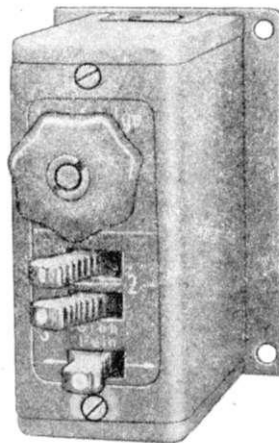
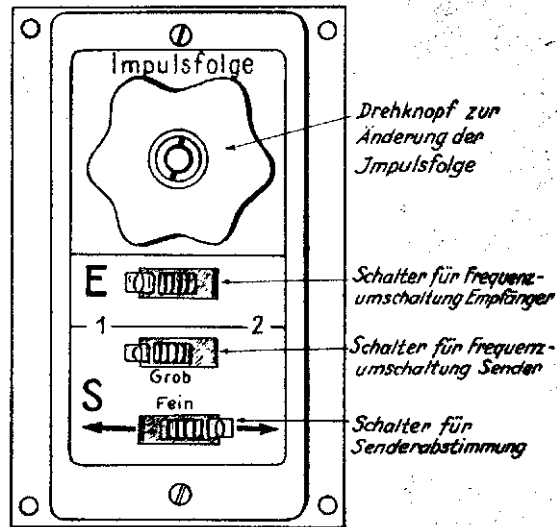

Abb. 11
Abb. 12
Auf der Frontplatte des Schaltkastens (Abb. 11) befinden sich folgende Bedienungsknöpfe: (Abb. 12)
- f) Durch kurzzeitiges Umlegen des Schalters „Fein“ am Schaltkasten (Abb. 12) wird der Sender so nachgestimmt, daß die Ziele oder Bodenzeichen maximale Größe haben. (Nur möglich bei Sendern mit Ferntrieb.)